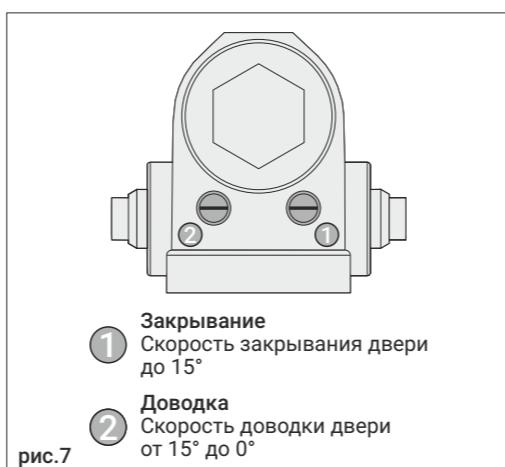

рис.7
- Расположение винтов регулировки дверного доводчика приведено на рис. 7. Не допускайте выкручивания винтов, это может привести к потере работоспособности вследствие неправильной эксплуатации. Не используйте аккумуляторные или электрические инструменты, это может повредить винты регулировок.